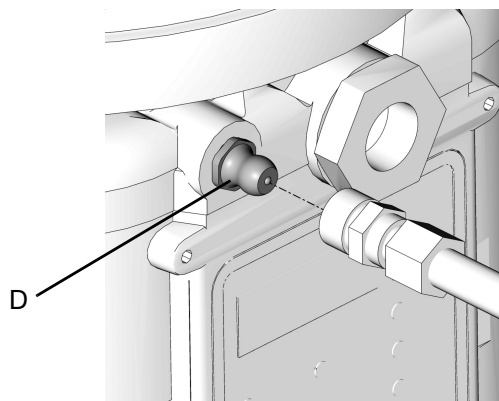

FIG. 12
<ul style="list-style-type: none"> <li>• Limpie siempre el racor de entrada (D) (FIG. 12) con un paño limpio y seco antes de llenar el depósito. La suciedad y/o los residuos pueden dañar la bomba y/o el sistema de lubricación.</li> <li>• Cuando llene el depósito utilizando una bomba de transferencia neumática o eléctrica, debe tener cuidado de no presurizar y romper el depósito.</li> </ul>